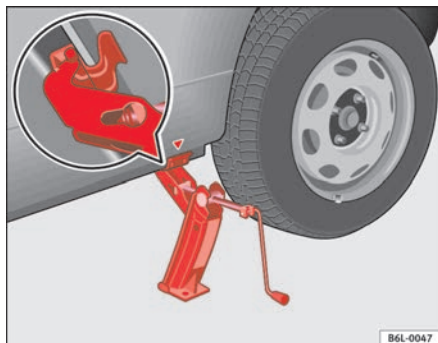

Abb. 143 Wagenheber
- Richten Sie den Wagenheber so aus, dass seine Klaue den Steg des Unterholms umfasst und die bewegliche Grundplatte plan auf dem Boden aufliegt ⇒ Abb. 143.